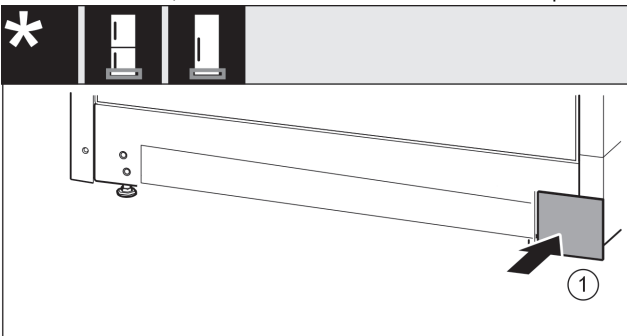

Fig. 17
- Aseta suojus Fig. 17 (1) uudelleen toiselle puolelle.